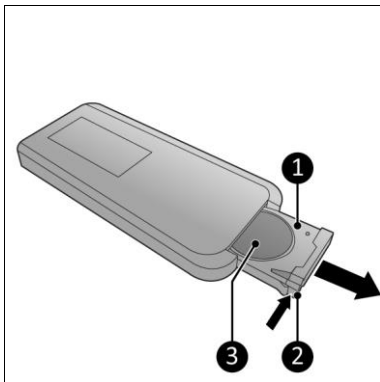

Figure 11
1. Appuyez sur la languette (figure 11, pos. 2) et retirez le compartiment à pile (figure 11).
2. Enlevez la pile (si présente) (figure 11, pos. 3).
6. Retirez la pile de la télécommande (figure 11).